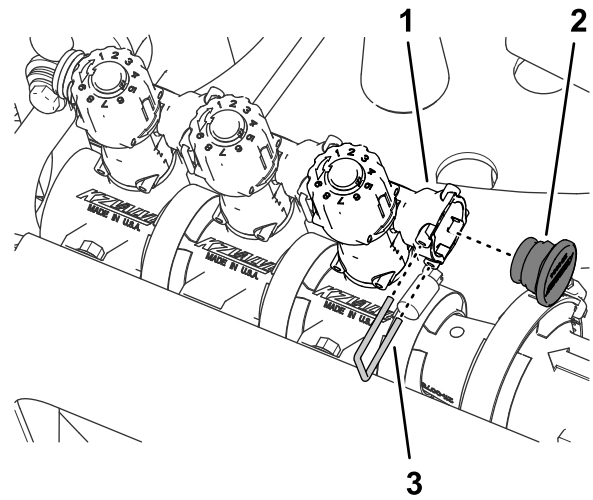

Figure 65
8. Insérez l'obturateur dans le raccord femelle de la soupape de dérivation (Figure 65).
9. Fixez l'obturateur sur le raccord rapide femelle avec l'étrier que vous avez retiré à l'opération 3 (Figure 65).